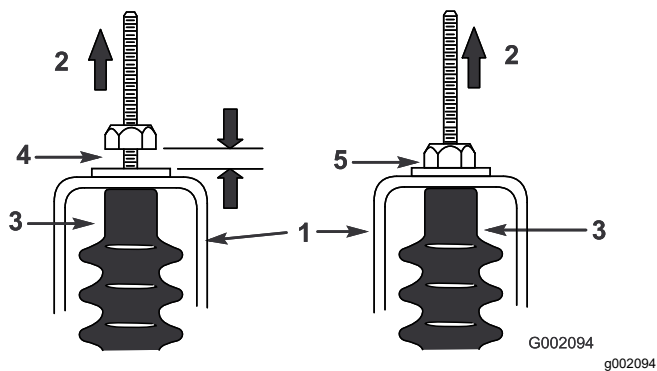

Figure 63
- Tirez sur chaque câble de sélection et vérifiez qu'un espace de 0,76 à 1,52 mm existe entre l'écrou/la rondelle et la patte de réglage du point mort (Figure 63).